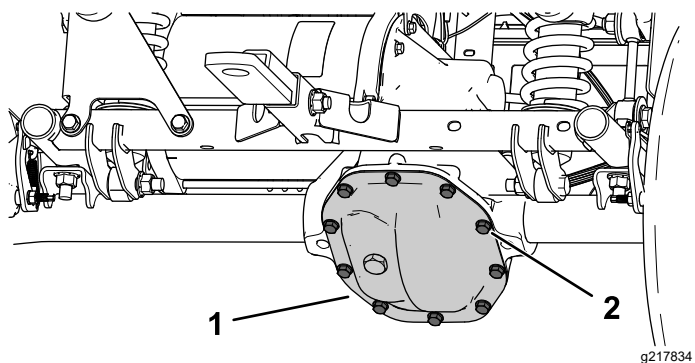

Bild 54
1. Stellen Sie eine Auffangwanne unter die Getriebeabdeckung (Bild 54).
- Entfernen Sie die Schrauben von der Getriebeabdeckung und lassen Sie die Flüssigkeit ganz ab (Bild 54).